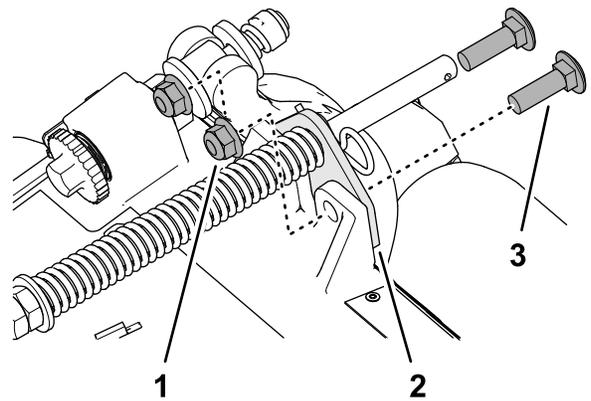

図 11
2. ターフ補正器用ブラケットをカッティングユニットのフレームに固定しているフランジロックナット $\frac{3}{8}$ "2個、キャリッジボルト $\frac{3}{8}$ " x 1- $\frac{1}{4}$ "2本を外す 図 11。